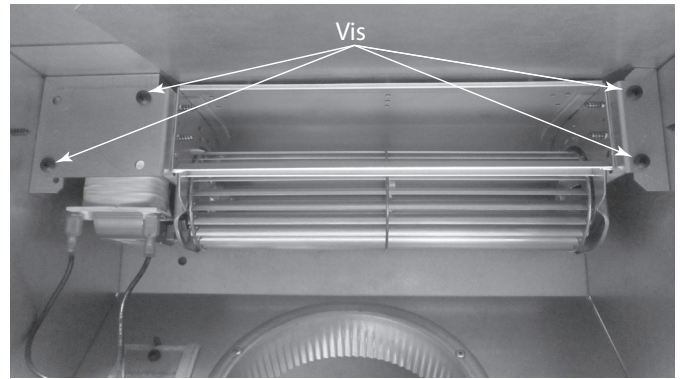

Figure 3.31
- Fixez le ventilateur aux supports de fixation avec (4) vis fournies. Voir la figure 3.31.